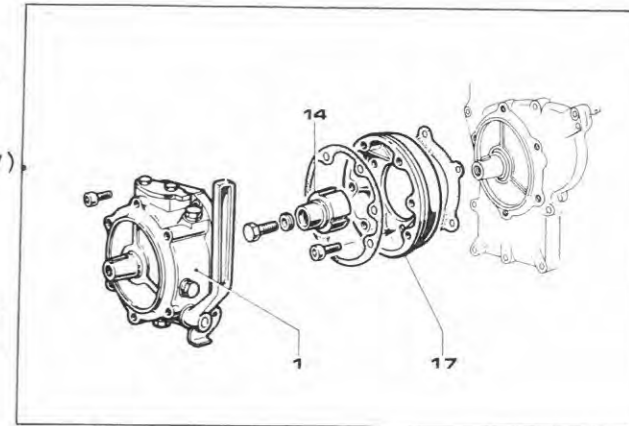

Fig. 99
- Kugellager (3) im Ofen auf 80°C erhitzen und auf die Welle setzen. Nadeldrucklager und Ausrückmuffe (5) einbauen und Welle (9) im Gehäuse (1) blockieren. Dabei Schrauben zur Befestigung des Halteflansches (4) mit 1,5 kpm anziehen.
- Nabe (14) auf der Kurbelwelle anbringen. Bolzen mit 3 kpm anziehen (Abb. 99).
- Glocke (17) mit Dichtung auf dem Gehäuse deckel einbauen. Schrauben mit 2,5 Kpm anziehen.